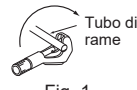

Fig. 1
- 1) Tagliare il tubo di rame in modo corretto con un tagliatubi. (Fig. 1, 2)